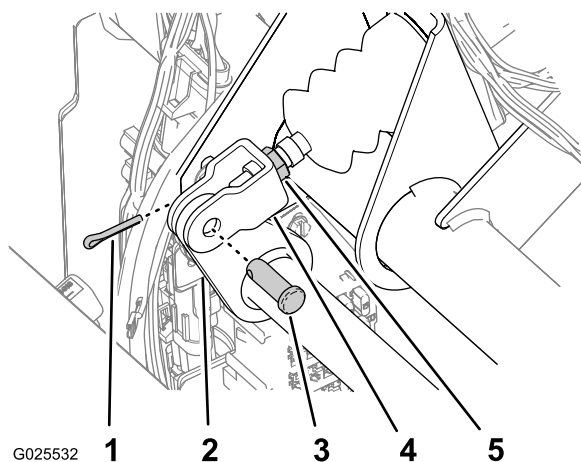

Рисунок 79
- Снимите шплинт и шплинтуемый штифт, которые крепят вилку главного тормозного цилиндра к оси педали тормоза (Рисунок 79).
- Ослабьте контргайку крепления вилки к валу главного тормозного гидроцилиндра (Рисунок 79).
- Отрегулируйте вилку так, чтобы отверстия в ней совпали с отверстием в оси педали тормоза (Рисунок 79).
- Прикрепите вилку к оси педали тормоза с помощью шплинтуемого штифта и шплинта (Рисунок 79).
- Затяните контргайку крепления вилки к валу главного тормозного цилиндра (Рисунок 79).